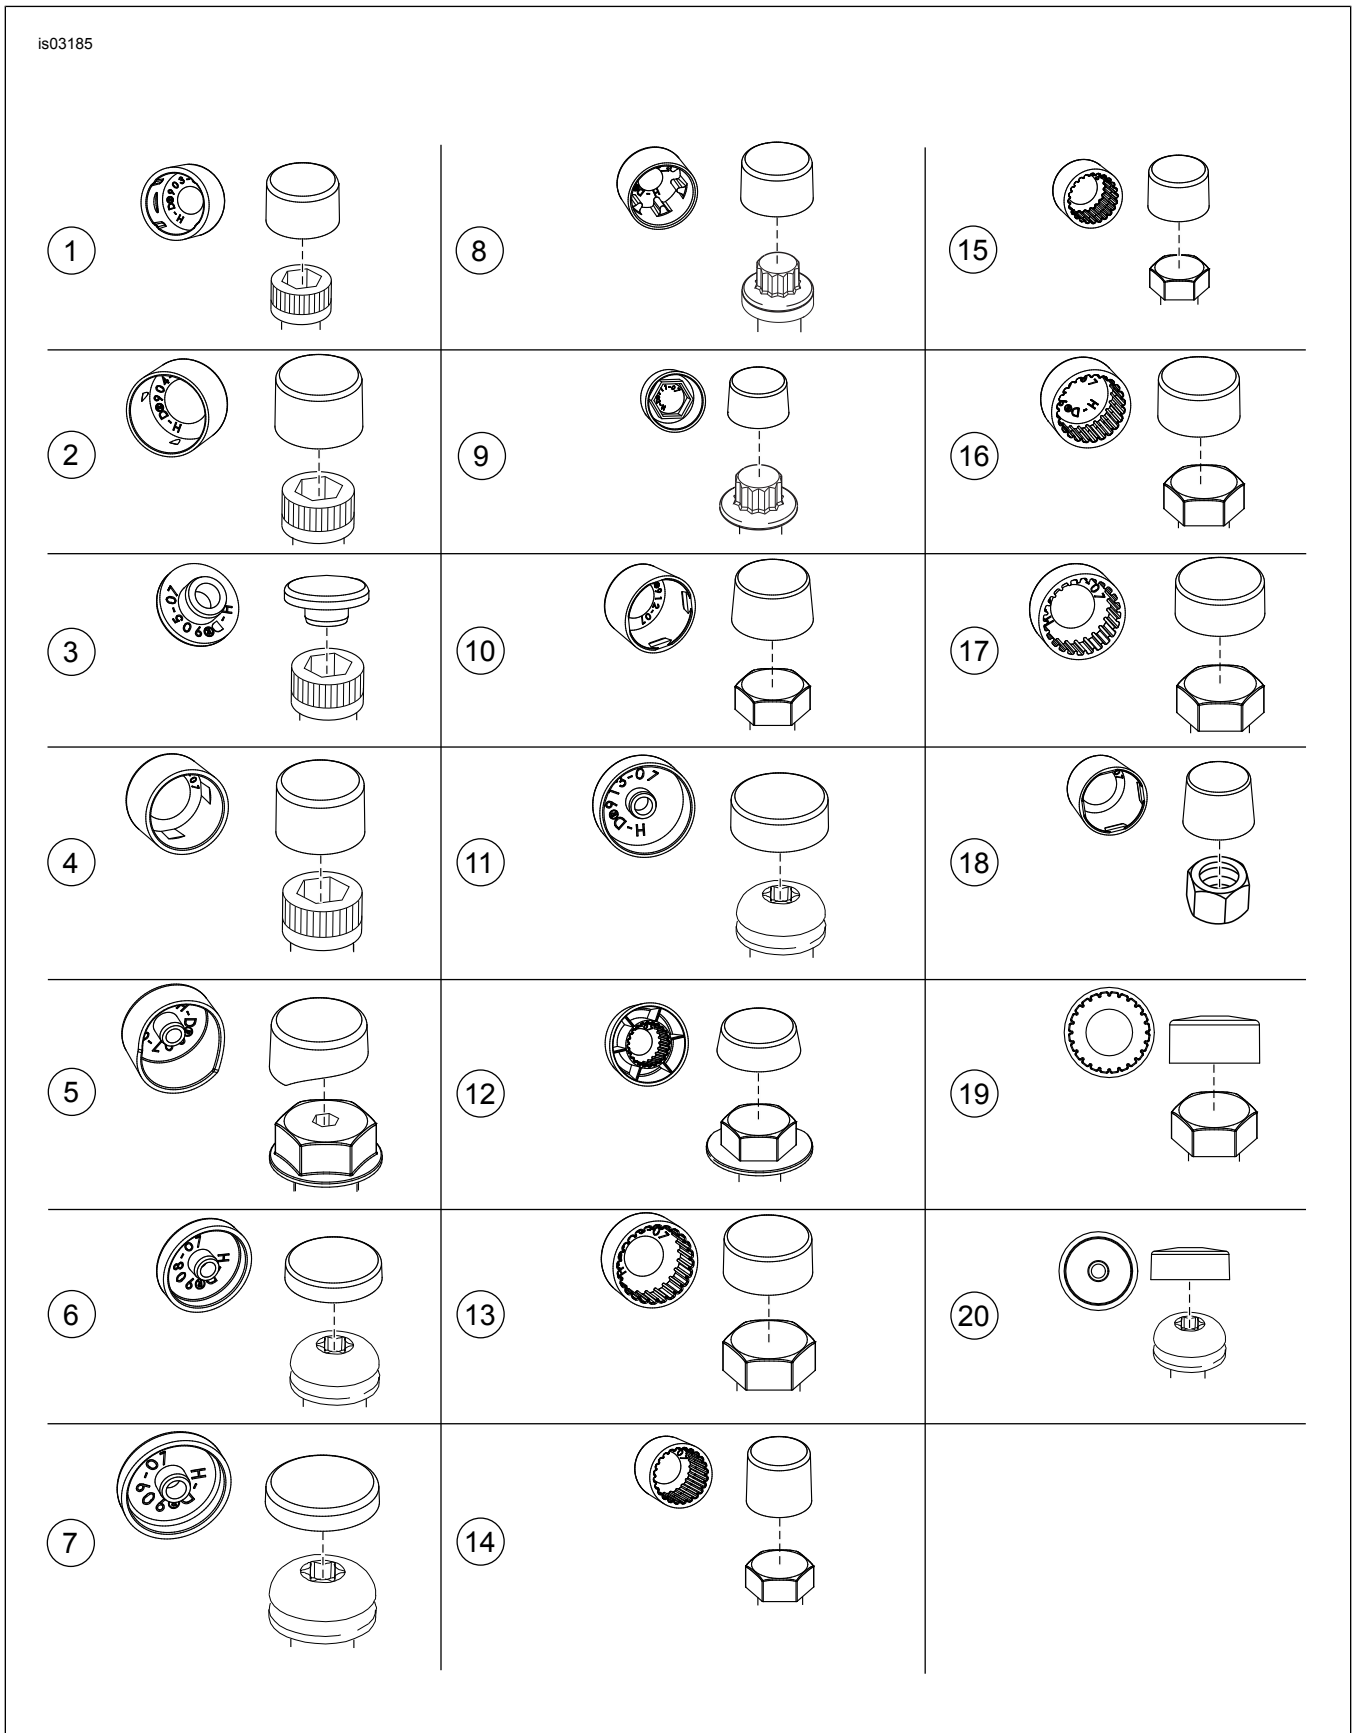

Abbildung 2. Klassische Abdeckungen und entsprechende Befestigungselemente
- Unter Abbildung 2 finden Sie Abbildungen der einzelnen Abdeckungen und der dazugehörigen Befestigungselemente.